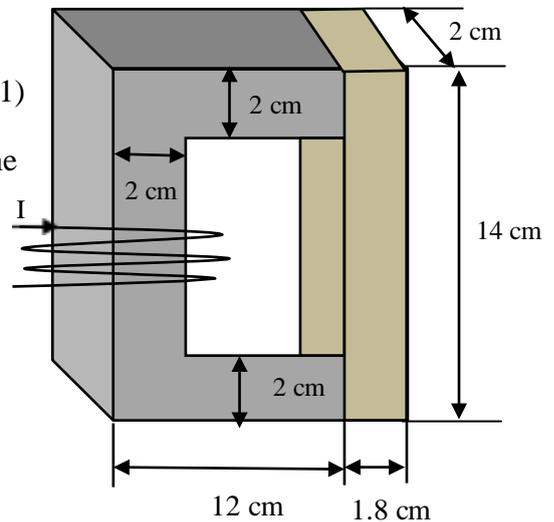

Figure 1
Le circuit magnétique de la fig 1 a une première partie (1) en acier et en forme de C, et une deuxième partie (2) en fer doux. Quel est le courant nécessaire dans la bobine de 150 spires, pour que la densité de flux magnétique soit  $B_2=0.45 \text{ T}$  dans la partie en fer doux.